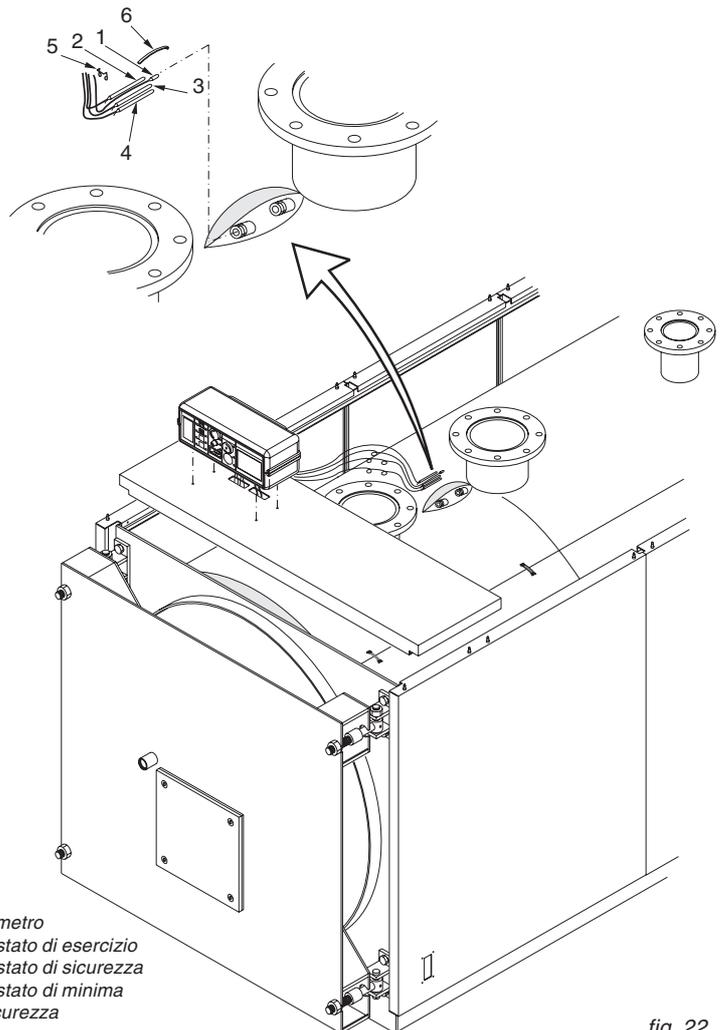

fig. 22
Inserire nella sequenza seguente le sonde degli strumenti nel/i pozzetto/i sul lato superiore della caldaia (Rif. fig. 22): del termometro (pos.1), del termostato di esercizio (pos. 2), del termostato di sicurezza (pos. 3), del termostato di minima (pos. 4).
Sequenza di montaggio mod. Technox3 1100BT / Technox3 1900BT (Rif. fig. 22 e 23)
- A) Montare l'isolamento (pos. 1) del corpo caldaia e fissare i 2 lembi di giunzione con le mollette elastiche (pos. 2) fornite nella scatola accessori, agganciandole alla parte esterna in tessuto dell'isolamento. Eseguire un adeguato taglio sulla parte superiore in prossimità dei pozzetti delle sonde.
- B) Posizionare i pannelli laterali (pos. 3a, 3b e 4a, 4b) con la piega inferiore all'interno dei profili ad L sulla base del corpo caldaia ed agganciando la parte superiore nei profili di giunzione delle piastre. Per determinare quale dei due fianchi sia il destro o il sinistro, fare riferimento alle piastrine passacavi sui pannelli anteriori (pos. 5): devono essere verso il davanti della caldaia.
- C) Aprire la porta della caldaia e montare l'isolamento anteriore (pos. 6) inserendo le cerniere negli appositi tagli. Inserire i bordi laterali dell'isolamento sotto la piega dei due fianchi (pos. 3a e 4a).
- D) Montare l'isolamento posteriore (pos. 7) ed il pannello posteriore inferiore (pos. 8).
- E) Montare il pannello posteriore superiore (pos. 9). Montare i fermacavi (pos. 10) al pannello posteriore superiore.
- F) Togliere il coperchio del pannello strumenti, fissare la base sul pannello superiore anteriore (pos. 11) indirizzando nel foro centrale del pannello i cavi elettrici in entrata ed i capillari delle sonde in uscita. Appoggiare il pannello superiore pos. 11, (completo del pannello strumenti) ai due fianchi anteriori del mantello.
- G) Inserire nelle guaine i bulbi degli strumenti come indicato in fig. 22 ed eseguire il collegamento elettrico del pannello strumenti alla linea di alimentazione, al bruciatore ed alle eventuali pompe, etc. rispettando lo schema di pag. 22.
- H) Montare i pannelli superiori longitudinali (pos. 12 e 13) agganciandoli ai fianchi.
- I) Fissare le targhette dati di caldaia ed installazione (pos.14) al pannello laterale dopo aver sgrassato la parte interessata con apposito solvente.